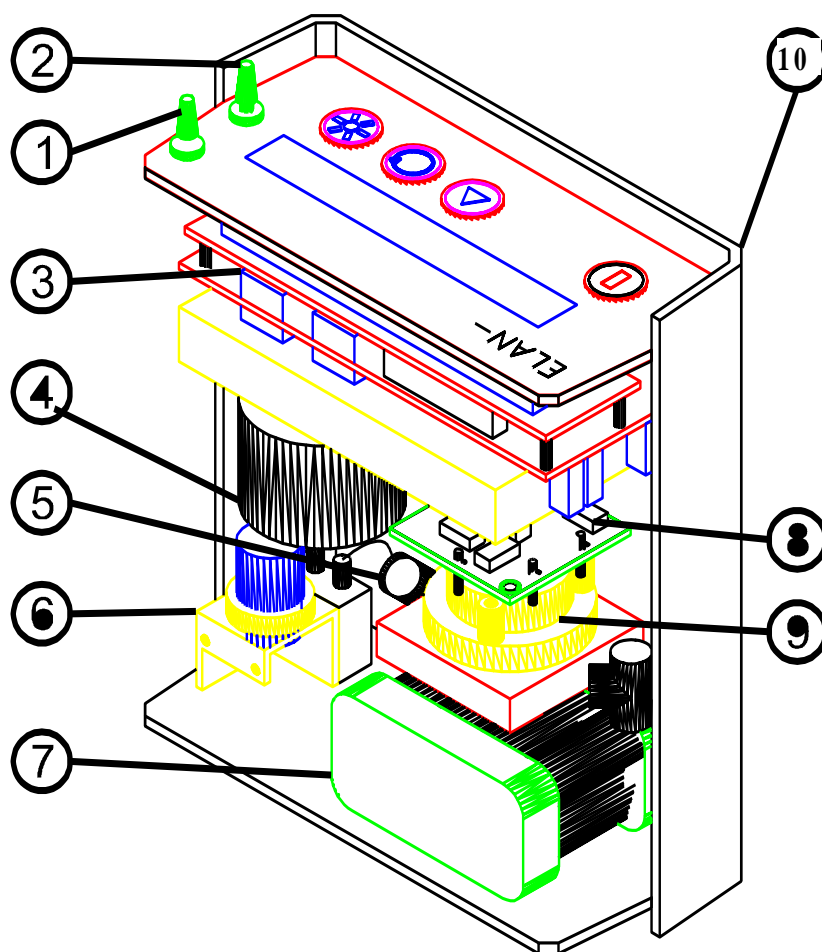

Рис. 5.1
5.1. Общий вид газоанализатора показан на рис. 5.1. Газоанализатор собран в корпусе из ударопрочной пластмассы. На рис. 5.2 показан вид газоанализатора со стороны лицевой панели.